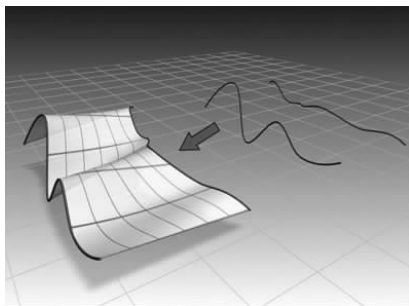

图 5-75 创建规则曲面 ▲
- (创建规则曲面): 通过两个曲线子对象生成曲面, 如图 5-75 所示。